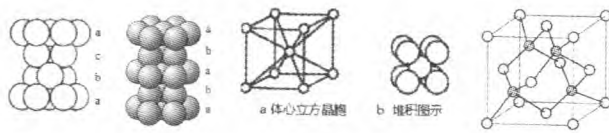

图2 A1型
①ABCABC……,即每三层重复一次,这种结构称为面心立方最密堆积(A1)型(图2)。